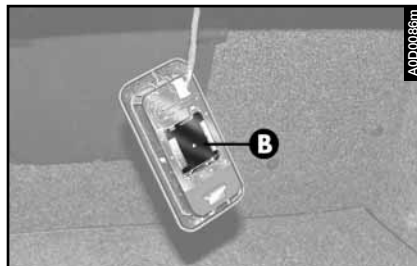

fig. 81
– levantar la protección (B- fig. 81);